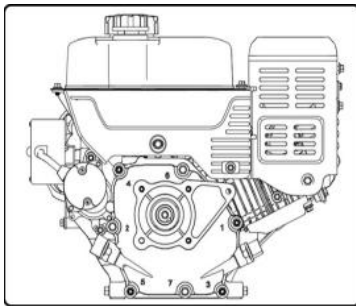

Bild 34
2. Skruva bort oljepåfyllningslocket från oljepåfyllningsröret och torka av oljestickan. Se bild 34.
1. Hitta oljetömningspluggen, se bild 34.